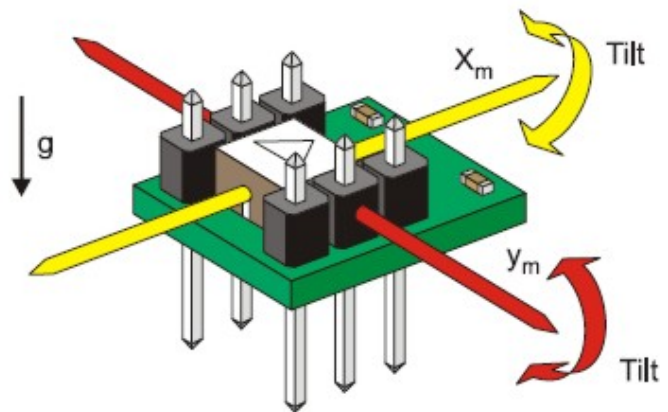

Figura 1. El módulo 28017
- Se presenta en un pequeño circuito impreso con 6 patillas en formato DIP y con paso 2.54mm como se muestra en la figura 1.